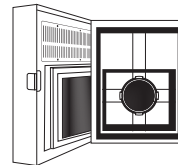

Рис. 10
2. Откройте лицевую крышку прибора (рис. 10).